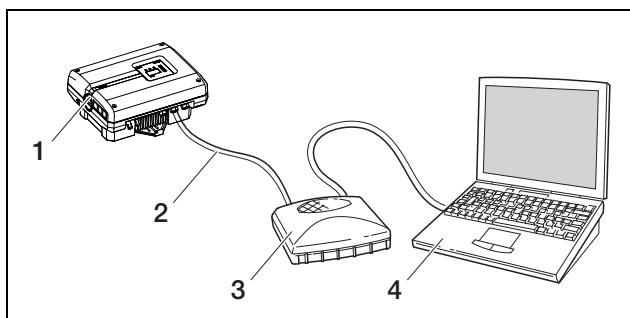

Abbildung 22: Wechselrichter und Computer mit Ethernetkabeln und Switch verbinden
- b) über ein lokales Netzwerk (Switch/Hub/Router und Ethernetkabel, siehe Abbildung 22) verbinden.